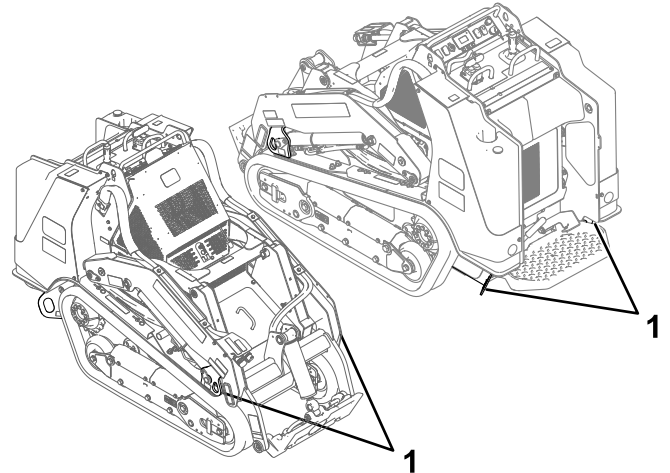

Bild 27
8. Befestigen Sie die Maschine mit den Metallbefestigungsschleifen und Riemen, Ketten, Kabel oder Seilen am Anhänger oder Pritschenwagen (Bild 27). Halten Sie die örtlichen Vorschriften für die Vergurtung ein.